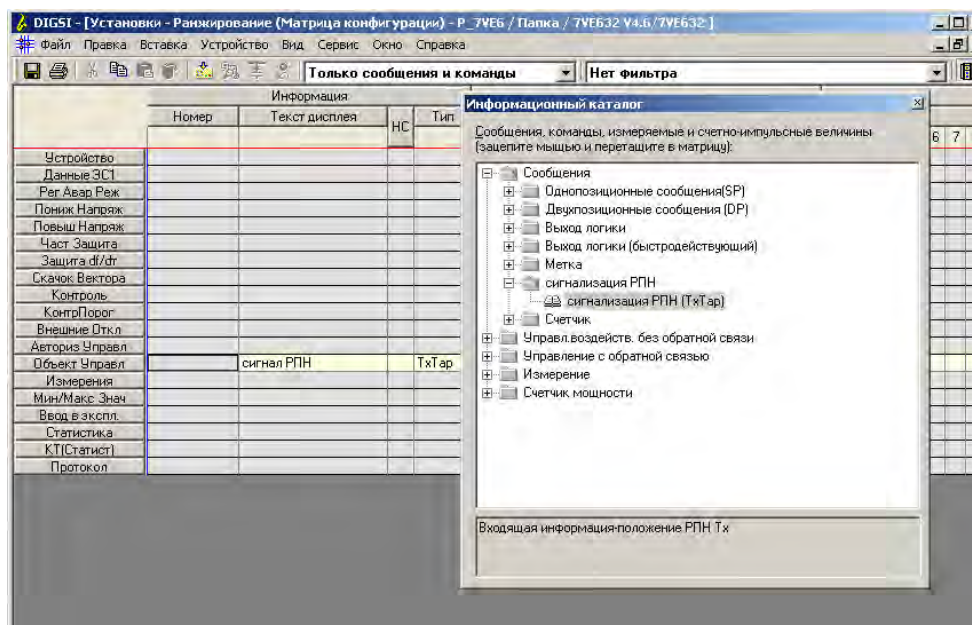

Рисунок 2-34 Пример матрицы конфигурирования и информационного каталога
- В матрице конфигурирования DIGSI необходимо добавить сообщение о положении отпаек РПН (см. рисунок 2-34).